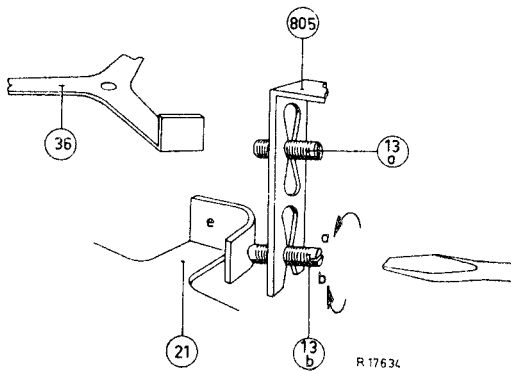

Fig. 7
16. Stellschraube 13b muss so eingestellt werden, dass in Stellung "EIN" des Schaltstiftes 21f, gerade kein fühlbares Spiel im Tonarm vorhanden ist. (Fig. 7).